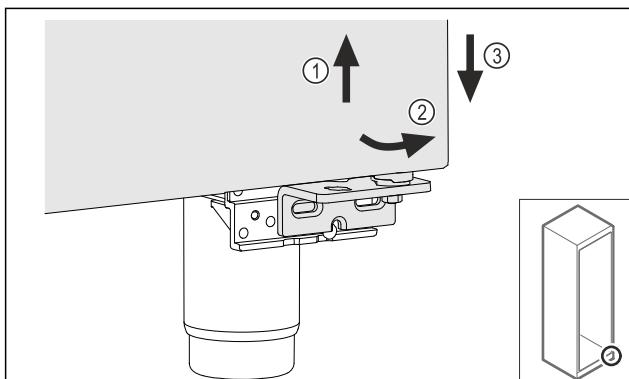

Fig. 26
- Ridicați ușor ușa Fig. 26 (1), basculați-o jos spre înainte Fig. 26 (2) și coborâți-o Fig. 26 (3).